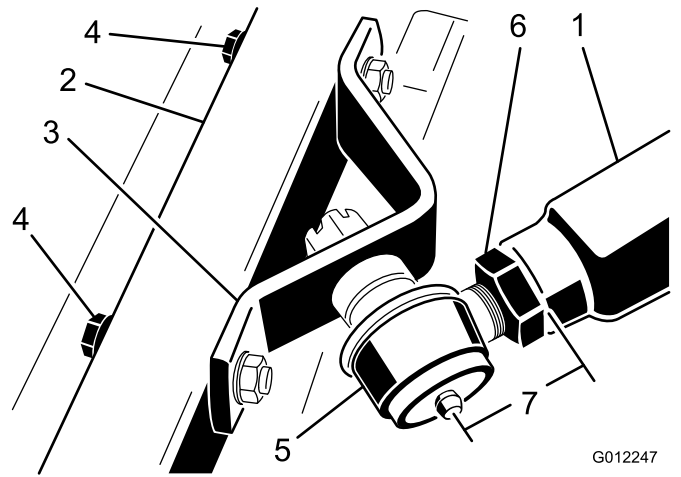

Figure 6
3. Mesurez l'écart entre le bout du bras de poussée droit et le centre de la rotule (graisseur) (Figure 6). Il doit y avoir un écart de 70 mm. Si l'écart n'est pas correct, desserrez l'écrou de blocage qui fixe la rotule au bras de poussée et tournez la rotule dans un sens ou dans l'autre jusqu'à ce que l'écart correct soit obtenu (Figure 6). Ne serrez pas l'écrou de blocage à ce stade.
6. Serrez le grand écrou de blocage qui fixe la rotule au bras de poussée (Figure 6). Lors du serrage de l'écrou de blocage, maintenez la rotule bien droite pour permettre une oscillation correcte pendant le relevage et l'abaissement du plateau de coupe. Avec précaution, enlevez le bloc de bois qui maintient le bras de poussée abaissé.